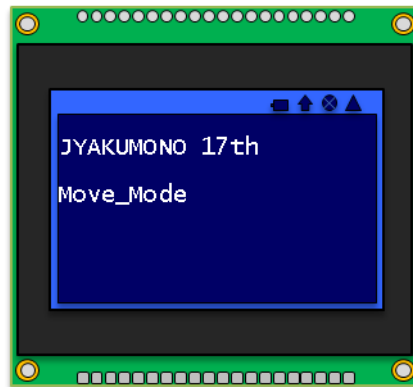

図 1 GLCD1 の表示
- グラフィック LCD モジュール（GLCD1）の初期画面は、図 1 のように表示する。